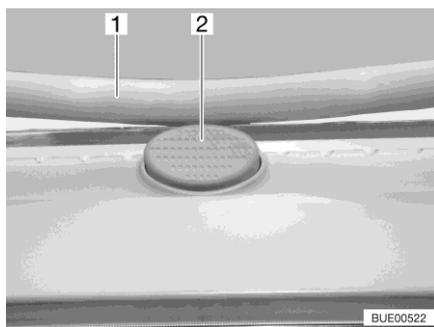

Bild 86 Sicherungsknopf (Heki-Dachhaube)
- Den Sicherungsknopf (Bild 86,2) drücken und den Bügel (Bild 86,1) mit beiden Händen nach unten ziehen.
- Den Bügel mit beiden Händen nach oben drücken, bis der Bügel oberhalb des Sicherungsknopfes (Bild 86,2) liegt.